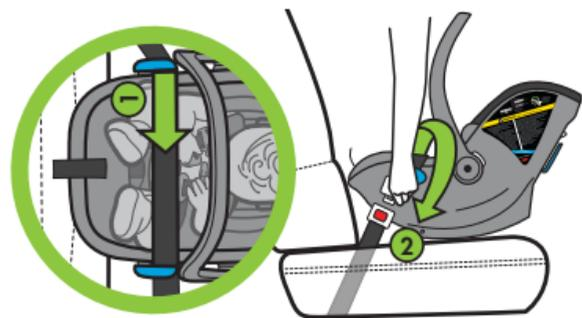

Figure 67
- Faites passer la ceinture sous-abdominale dans les deux guides de ceinture DUA/sous-abdominale bleus (1) et bouclez la ceinture du véhicule (2) comme indiqué à la **Figure 67**.